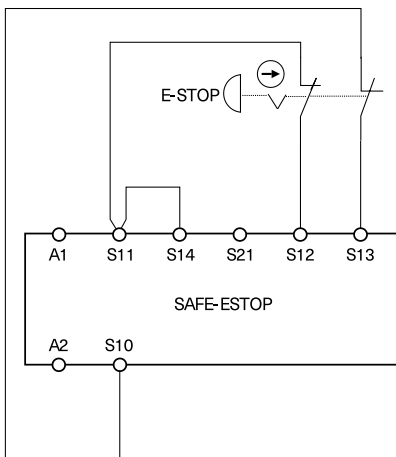
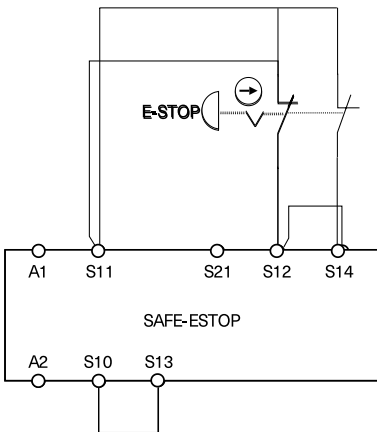
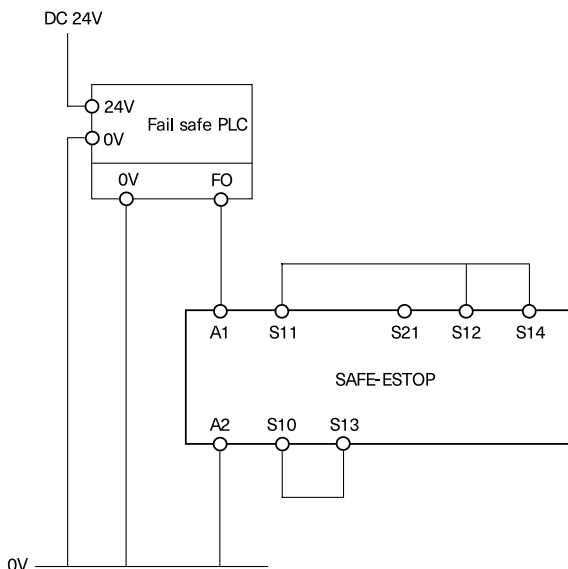
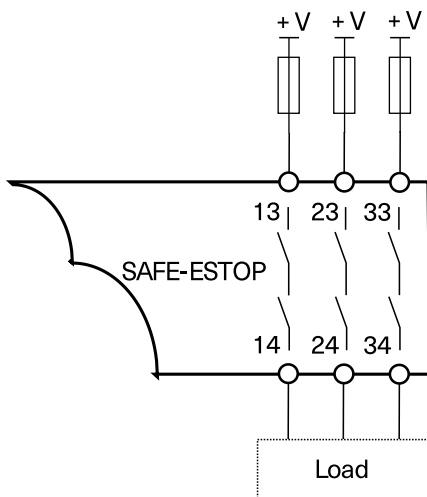

Abb. 5: Zweikanaliger Not-Halt mit Kurzschluss- und Erdschlussüberwachung (bis PL e/SIL 3, Kategorie 4)
Abb. 6: Zweikanaliger Not-Halt mit Erdschlussüberwachung (bis PL d/SIL 2, Kategorie 3)
Abb. 10: Anbindung an eine Sicherheits-SPS (bis PL e/SIL 3, Kategorie 4)
Abb. 16: Last an Sicherheitskontakte anschließen. Spannung (+V) gemäß Technischen Daten.
Abhängig vom Anwendungsfall bzw. dem Ergebnis der Risikobeurteilung nach EN ISO 13849-1 muss das Gerät wie in Abb. 5 bis Abb. 16 dargestellt verdrahtet werden.
Für die Anwendungen gemäß Abb. 5 und Abb. 6 ist folgendes zu beachten:
- 1. Eingangsschaltung** Wählen Sie je nach Risikobewertung einen der Schaltpläne unter „Anwendungen“ (Abb. 5 bis Abb. 10).